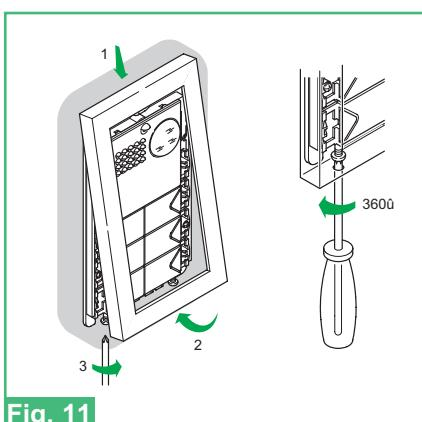

Fig. 11
- Fig. 11** Fissaggio cornice
- Fig. 11** Fixing the cornice
- Fig. 11** Fixation cadre
- Fig. 11** Bevestiging sierrand
- Fig. 11** Befestigung des Rahmens
- Fig. 11** Fixação da moldura
- Fig. 11** Fijación del marco